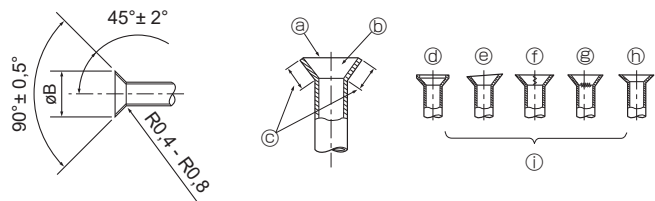

Fig. 5-6
5.3.5. Comprobación (Fig. 5-6)